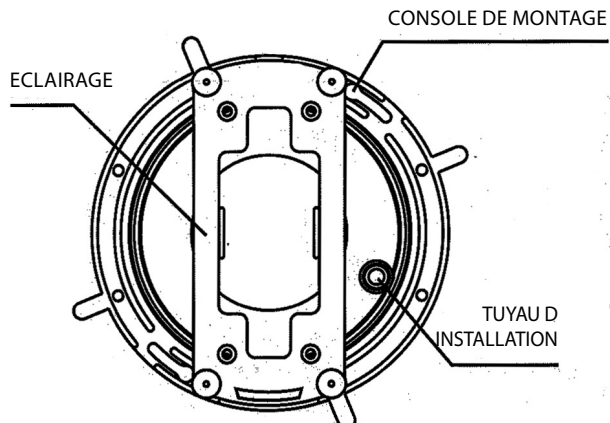

Figure 2
2. Attachez le tube d'installation au centre du support d'écartement de montage (à gauche de la console), voir figure 2.